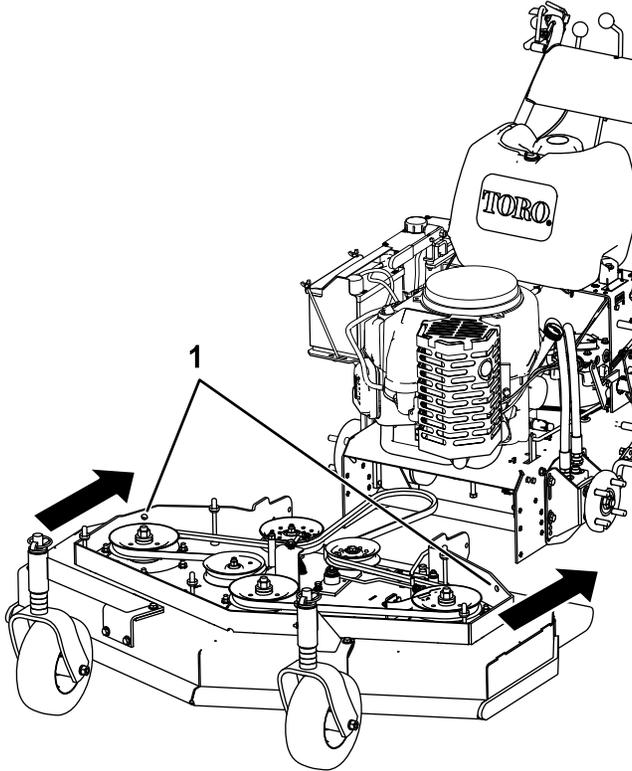

Figure 2
6. Déposez le carter de plateau et la tige de tringlerie d'engagement de PDF avant de lever et d'amener le plateau de coupe rotatif en position contre le groupe moteur (Figure 2).